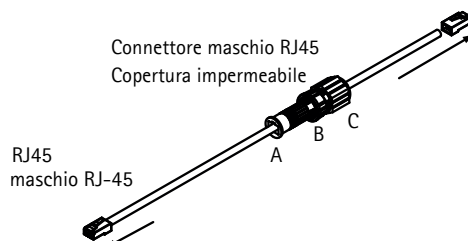

Fig 3
3. Far scorrere la copertura del connettore impermeabile maschio (A,B e C) sul cavo Ethernet. Vedere Fig 3.
5. Far scorrere il connettore (A) sul connettore RJ45 maschio collegato all'ingresso dati. Vedere Fig 3.
6. Far scorrere l'alloggiamento (B) sul connettore e sulla vite (serrare a mano). Vedere Fig 3.
7. Far scorrere la copertura (B) sul connettore e sulla vite (serrare a mano). Vedere Fig 3.